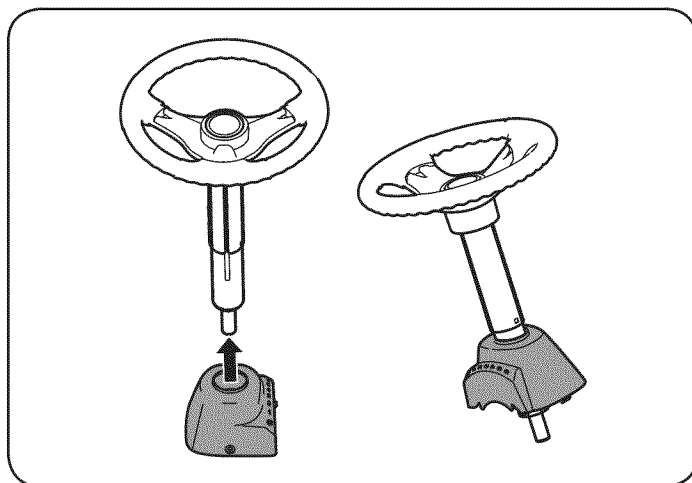

Figura 1
1. Deslice la tapa del pedestal sobre el eje de la dirección de manera que dicho eje se instale en el tractor, la tapa del pedestal quedará vertical como se indica en la Figura 1.